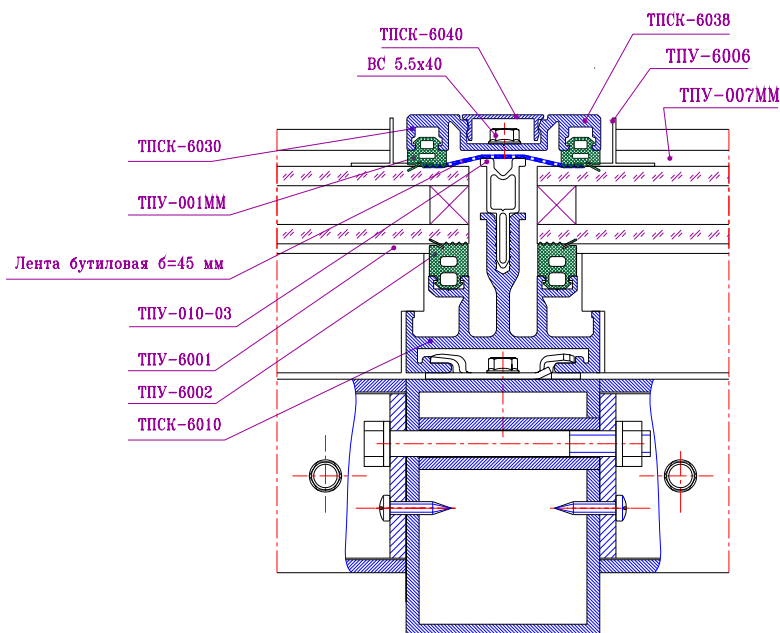

Рис.9-8 Сечение стойки
- В пазы ригелей укладывается уплотнитель ТПУ-6001, а в пазы стоек – уплотнитель ТПУ-6002 (рис.9-8).
- Устанавливаются крышки – сначала ригельные, затем стоечные. В пазы ригельных крышек устанавливается уплотнитель ТПУ-007ММ, в пазы стоечных крышек – уплотнитель ТПУ-001ММ. Длина ригельных крышек должна быть на 10мм меньше расстояния между стоечными крышками. При установке крышек необходимо обеспечить зазор 5мм между ригельными и стоечными крышками (рис.9-8) для отвода влаги с поверхности стеклопакета.